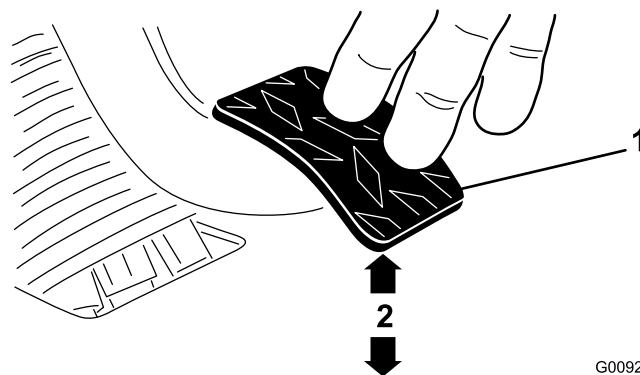

Figura 61
3. Ajuste las contratuercas o la articulación esférica hasta que el borde trasero del pedal del embrague esté a 9.2 a 9.8 cm (3-5/8" a 3-7/8") del borde superior del dibujo a rombos de la chapa de suelo al aplicar una fuerza de 1.8 kg (4 libras) al pedal (Figura 61).